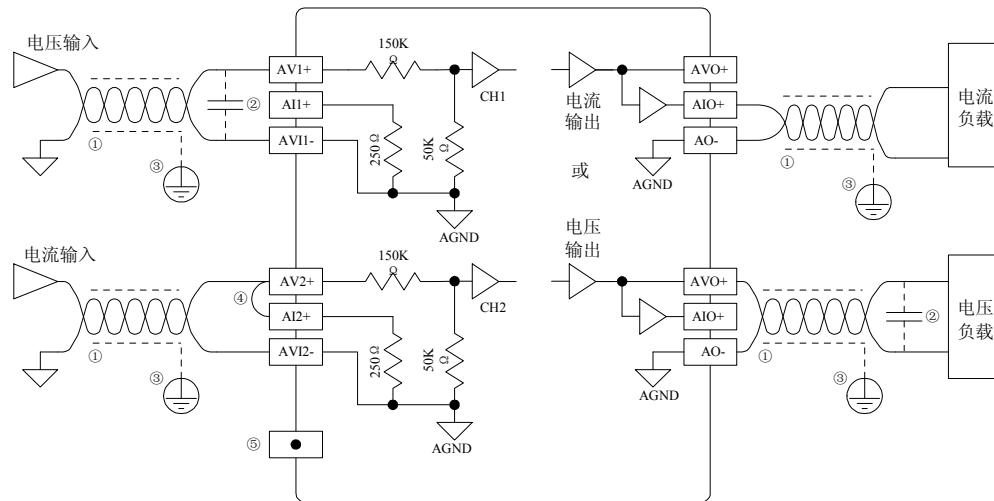

图 4-29 模拟量输入输出部分内部等效电路
开关量输入/输出端子状态可通过状态指示灯指示。主模块状态指示灯位置如图 4-29 所示。
模拟量输入输出部分内部等效电路如图 4-29 所示。
布线时，请参照图 4-29。图中的①~⑧表示布线时需注意的 8 个方面：
7. 将模块的接地端⑧良好接地；